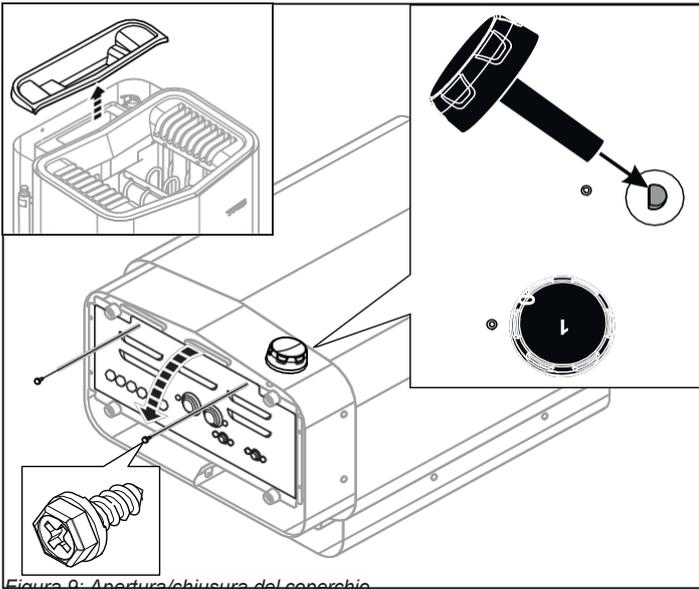

Figura 9: Apertura/chiusura del coperchio
2. Rimuovere il coperchio del serbatoio dell'acqua e appoggiare il riscaldatore con la parte anteriore rivolta verso l'alto. Installare il (vedi Figura 9).
3. Allentare le viti e aprire il coperchio (vedere Figura 9).
8. Chiudere il coperchio e serrare le viti (vedere Figura 9).